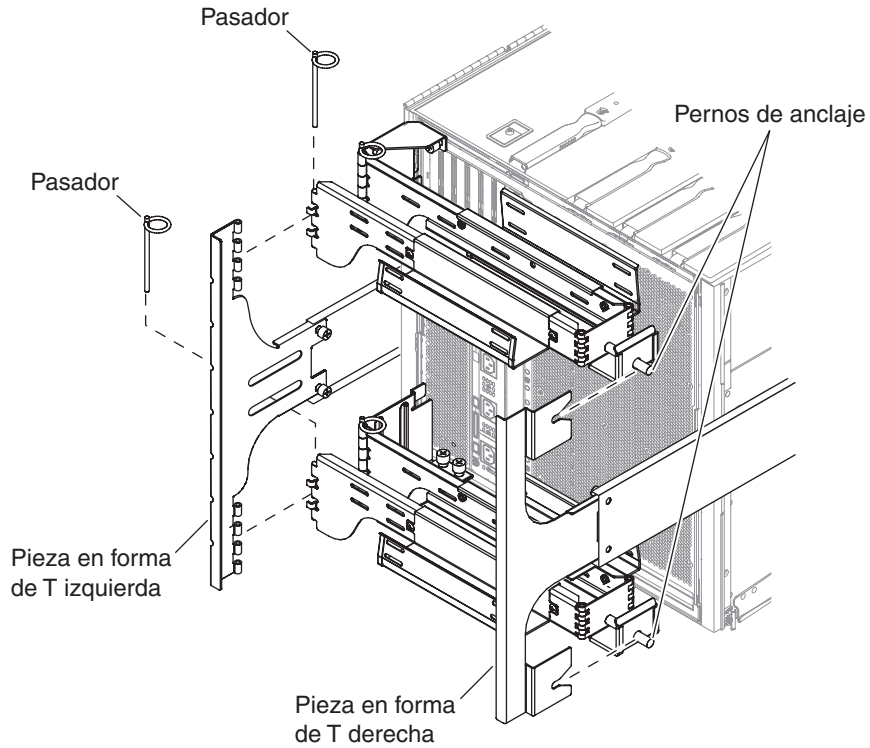

FIGURA 1-23 Montaje de las abrazaderas CMA superior e inferior en la pieza en forma de T
9. Fije la abrazadera CMA superior a la pieza en forma de T izquierda introduciendo el pasador en la bisagra, FIGURA 1-23.
10. Fije la abrazadera CMA inferior a la pieza en forma de T izquierda introduciendo el pasador en la bisagra, FIGURA 1-23.